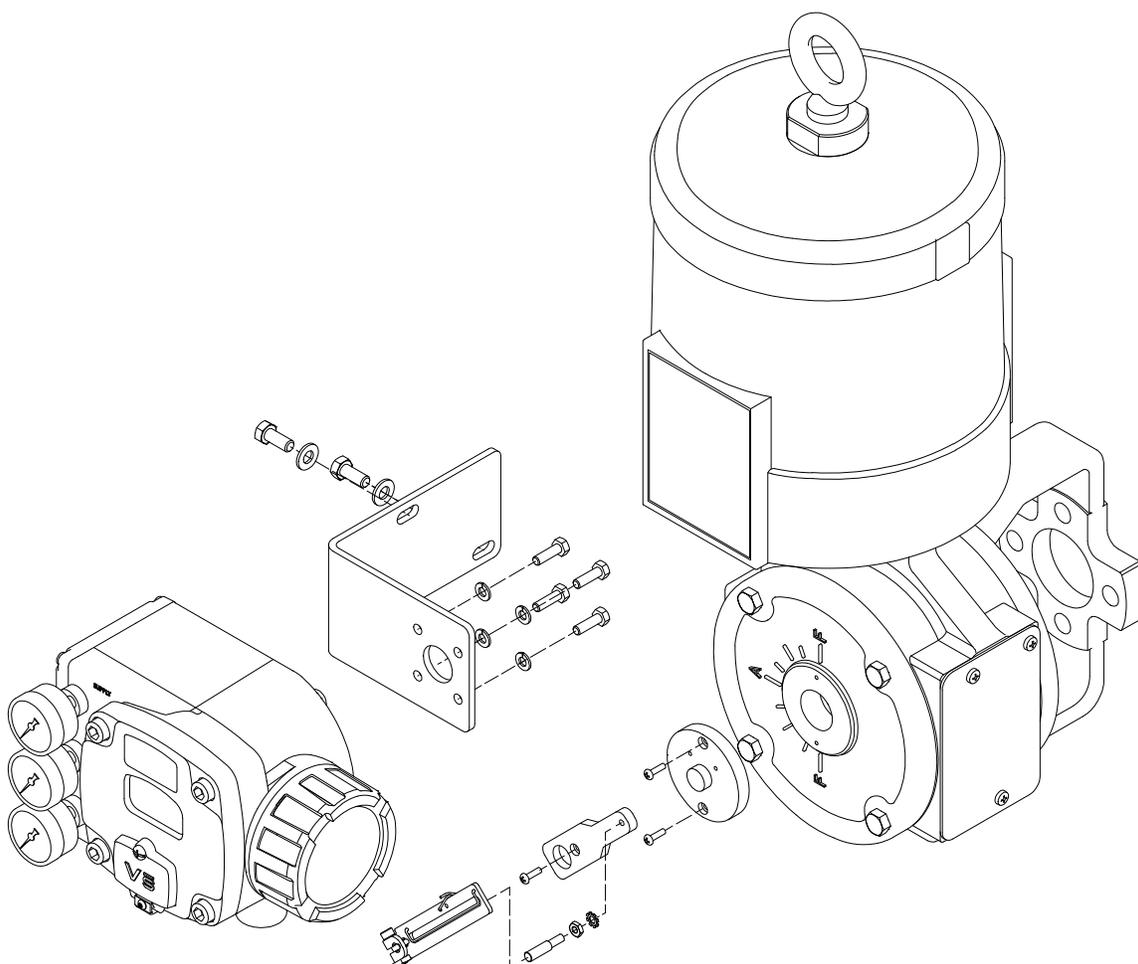

Figura 11 – Montagem do posicionador Chronos no atuador rotativo da válvula ĒL (configuração ar-para-abrir / falha-fecha)
- Instale o posicionador no suporte em “L”, que é fixado na caixa de transferência do atuador (vide Figura 11), apertando os quatro parafusos que fixam o posicionador no suporte. Não se esqueça de utilizar as quatro arruelas de pressão.